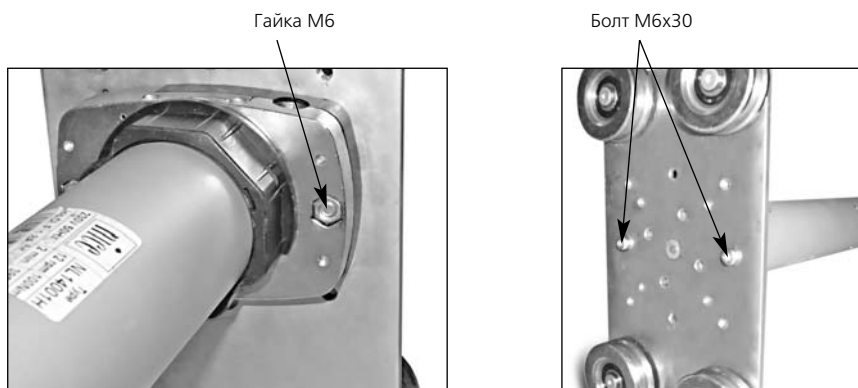

Рис.3.1. Крепление двигателей "Nice" серий Neo MH и Neo LH.
- серии Neo LH крепятся к каретке при помощи двух болтов М6х30 с шестигранной головкой и размером под ключ S10 или винтов М6х30 с цилиндрической головкой с внутренним шестигранником S5 и двух гаек М6, устанавливаемых в шестигранные отверстия оголовка привода. Для крепления завести болты с обратной стороны каретки (рис.3.1).